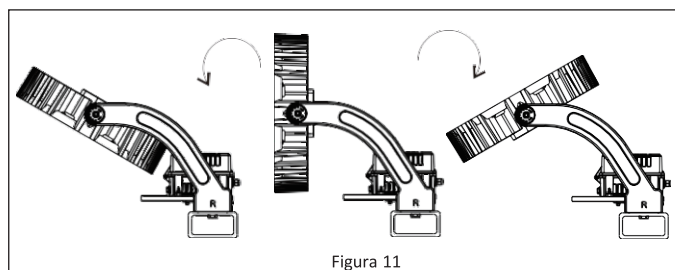

Figura 11
5. La matriz de luces LED ahora puede orientarse para lograr una cobertura de luz óptima. **Ver Figura 11.**